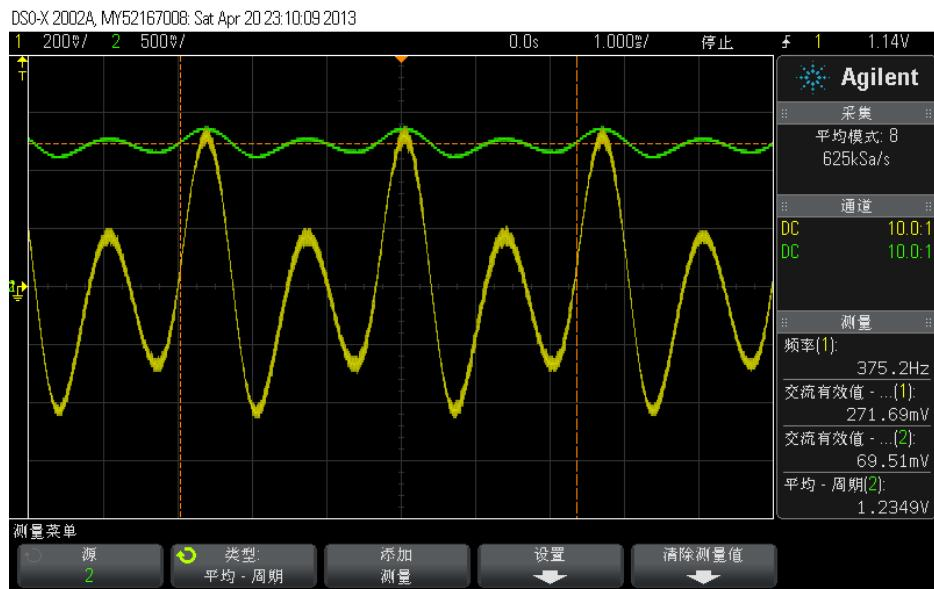

图 20.22 两种幅值的混合正弦波
- 3) 图 20.22 中锯齿波的下降沿其实包含非常高频率的正弦波谐波分量，这部分在滤波器作用下会衰减很快，所以各频率分量衰减后再重新组合起来，就还原不出包含高频正弦波的陡峭“边沿”了。